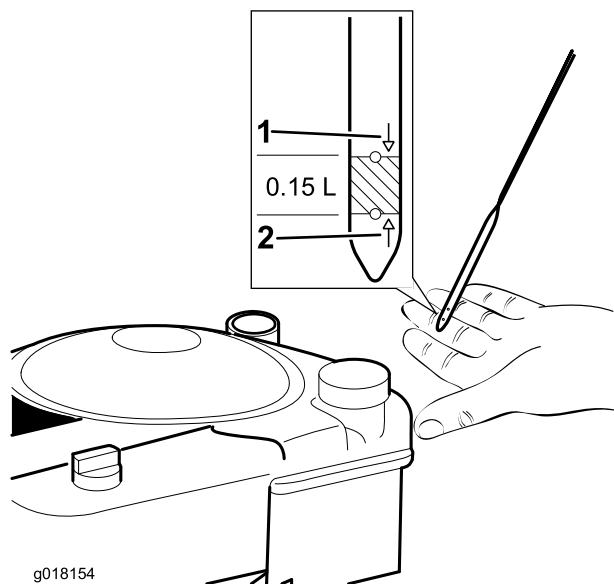

Figure 10
3. Si le niveau est trop bas, versez **lentement** de l'huile dans le tube de remplissage, attendez 3 minutes puis vérifiez le niveau d'huile sur la jauge en l'essuyant sur un chiffon propre et en l'insérant dans le tube (Figure 10).
4. Versez de l'huile dans le carter moteur jusqu'à ce que la jauge indique le niveau correct, comme illustré à la Figure 10. Si vous remplissez excessivement le carter moteur, vidangez l'excédent d'huile comme expliqué à l'étape Contrôle du niveau d'huile moteur (page 10).